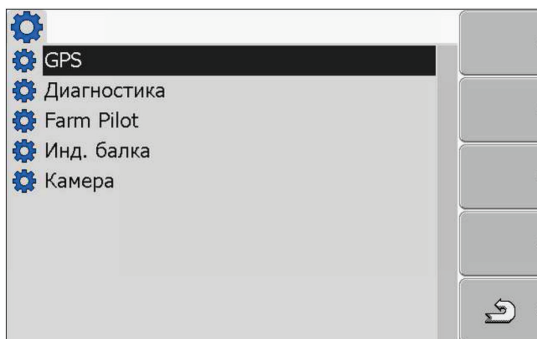

Рисунок 3.14 – Шаблон Установка драйвера
1. Перейти к шаблону **Установки драйвера** (рисунок 3.14).